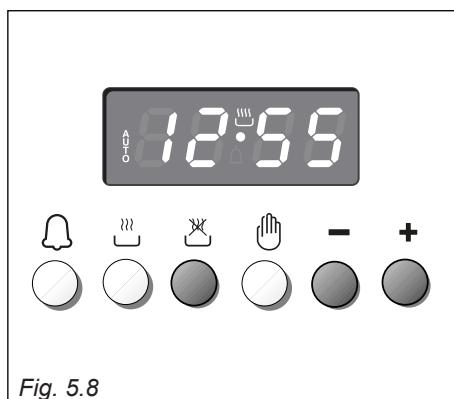

Fig. 5.8
2. Déterminer l'heure d'arrêt de la cuisson en pressant le poussoir et le poussoir pour avancer, ou le poussoir pour revenir si le temps désiré a été dépassé (fig. 5.8).